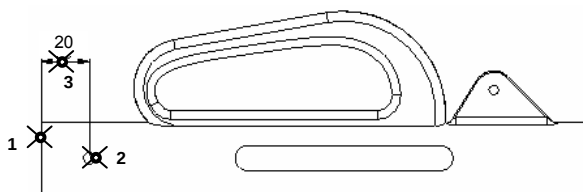
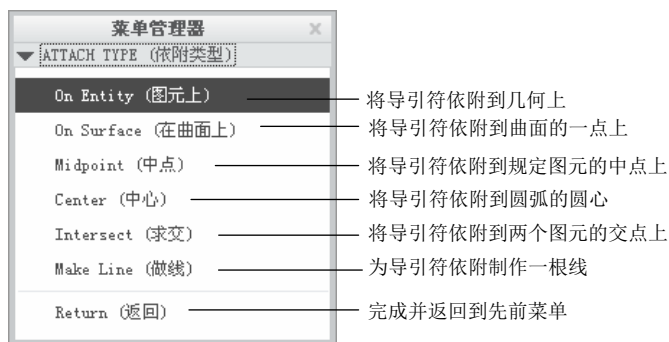

图 10.5.3 “新参考”尺寸标注
图 10.5.4 “依附类型”菜单
下面以图 10.5.3 所示的零件模型 body 为例, 说明在模型上创建草绘“新参考”尺寸的一般操作过程。
Step2. 在图 10.5.4 所示的 **ATTACH TYPE (依附类型)** 菜单中, 选择 **Midpoint (中点)** 命令, 然后在图 10.5.3 所示的 1 点处单击 (1 点在模型的边线上), 以选取该边线的中点。
Step3. 在图 10.5.4 所示的“依附类型”菜单中, 选择 **Center (中心)** 命令, 然后在图 10.5.3 所示的 2 点处单击 (2 点在圆的弧线上), 以选取该圆的圆心。
Step4. 在图 10.5.3 所示的 3 点处单击鼠标中键, 确定尺寸文本的位置。